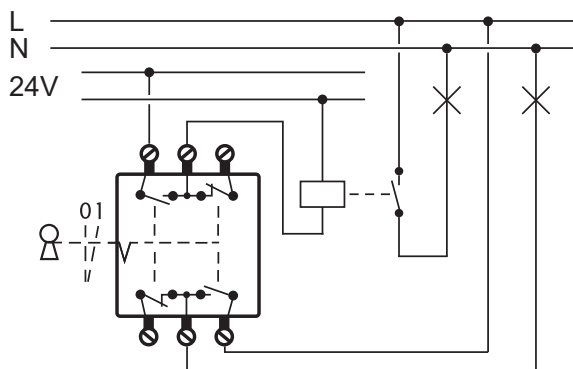

Abb. 7: Anschlussplan
- Schlüsselschalter gemäß Anschlussplan anschließen. (Abb. 5 bis Abb. 7)